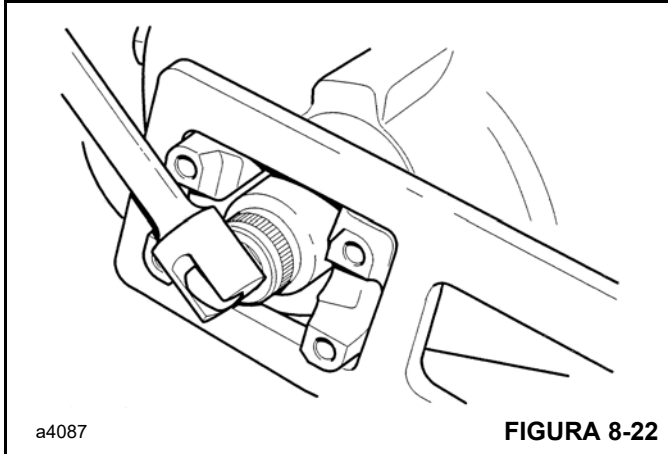

FIGURA 8-22
7. Instale la horquilla de acoplamiento impulsor (Figura 8-22) y asegúrela con una tuerca y arandela nuevas combinadas. Sujete la horquilla con la llave ajustable para acoplamientos de horquilla de eje (Figura 8-2). Apriete la tuerca hasta que la flotación del extremo sea casi cero, luego verifique que la resistencia a la rodadura del sello sea de 0.40 a 1.0 Nm (3.5 a 8.9 lb-pulg). Continúe apretando la tuerca para lograr la resistencia a la rodadura correcta; vea el paso 8. Si la tuerca se aprieta excesivamente, se debe cambiar el espaciador desplomable.